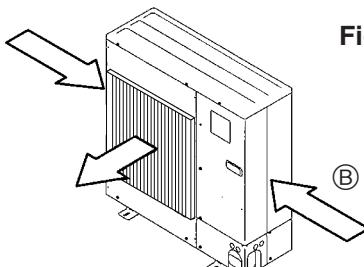

Fig. 2-5
- ③ Anbring om muligt enheden således, at luftudblæsningen blæser vinkelret på den fremherskende vindretning. (Fig. 2-5)
- ④ Vindretning